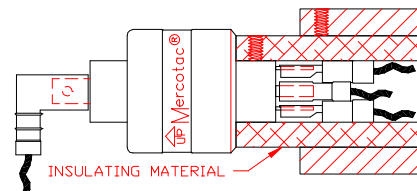

Рис. 6. Теплоизоляция
8. Соединитель содержит пластиковые материалы, которые чувствительны к теплу. Перегрев приведет к сокращению срока службы или поломке разъема. Обеспечьте теплоизоляцию там, где это необходимо, чтобы температура не превышала 140 ° F (60 ° C). <Рис. 6>